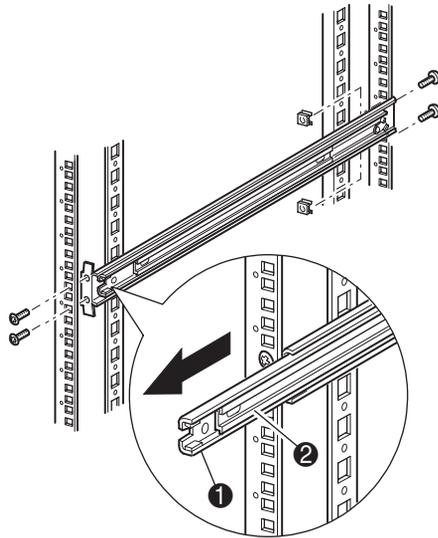

図 13: レールの取り付け
- 2 個のスライドオンクリップ ナット ① にある、前もってテンプレートを使用して印を付けた、上側のブラケットのネジ穴の上にある 2 つの穴を、ラック エンクロージャの正面側の各垂直レールに取り付けます (図 13 を参照)。